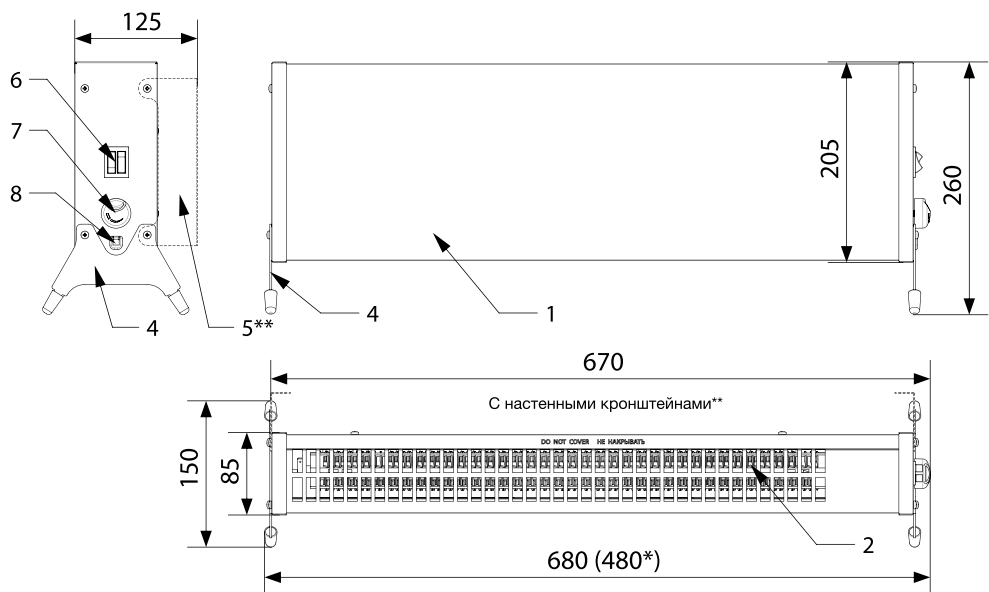

Рисунок 1. Габаритный чертеж и элементы конструкции электрического обогревателя.
1. Конвектор (см. рис. 1) представляет собой металлический корпус, состоящий из передней панели (1) и задней панели (3). Внутри корпуса на шасси расположен электронагревательный элемент (на чертеже не показан). На корпус устанавливаются опоры (4) или настенные кронштейны (5) (только для 60-0122, 60-0123). На боковой поверхности корпуса расположены роковый переключатель (клавишный выключатель) с подсветкой (6) (два переключателя для исполнений 60-0122, 60-0123) и ручка термостата (7).